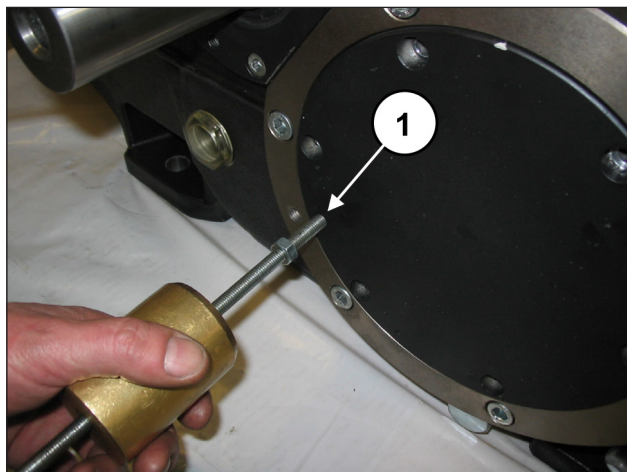

Fig. 11
Para facilitar el desmontaje, utilizar 2 tornillos prisioneros o tornillos M8 (pos. ①, Fig. 11) como extractores.